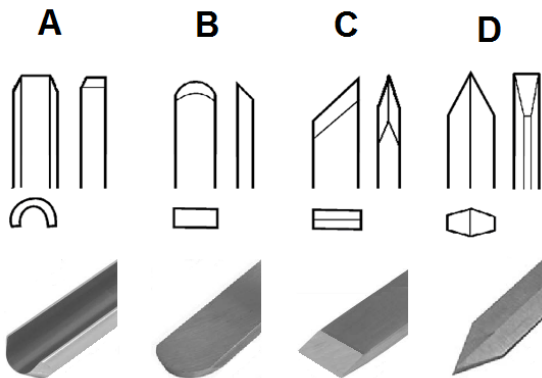
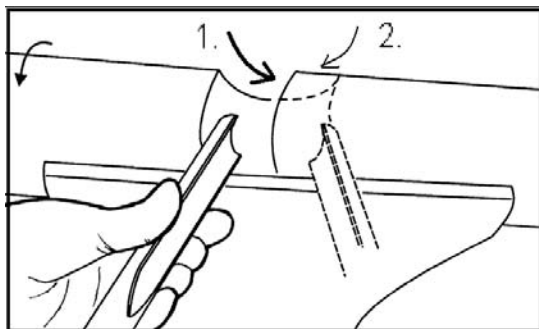

Fig 9
Fig. 10
**La gouge (A, Fig. 9)**, Outil le plus important, il sert au dégrossissage, au creusage des bols et assiettes et au tournage de rétrécissements (Fig. 10).
**Le racloir (B, Fig. 9)**. Sert au calibrage intérieur et extérieur et à l'élimination des stries d'usinage.
**Le biseau (C, Fig. 9)**. Sert au tournage de rainures en V et au calibrage extérieur.
**Le piquet (D, Fig. 9)**. Sert au travail direct dans la pièce d'œuvre, par ex. pour détalonner et pour délimiter. Il peut aussi servir de racloir.